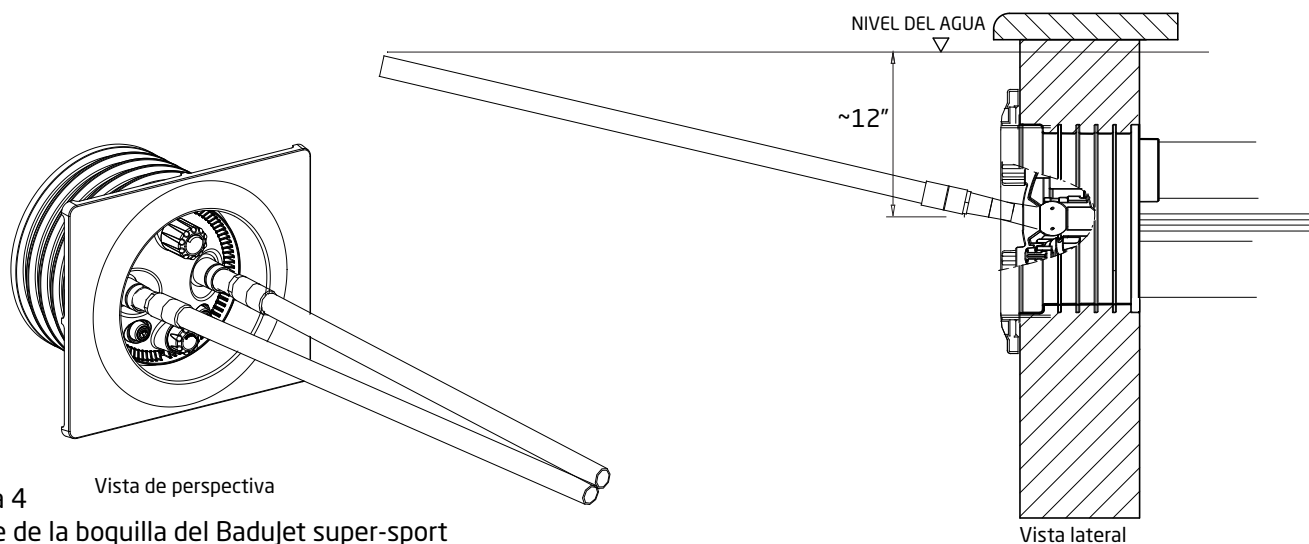

Figura 4
3. Una vez que se haya completado, lleve la herramienta de boquilla azul hasta donde el extremo de la herramienta de boquilla rompe la superficie del agua. Luego, junte las dos herramientas de boquillas para encontrarse. (Ver Figura 4)